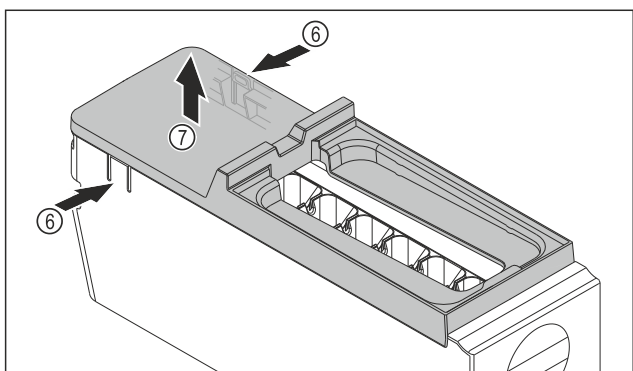

Fig. 106
- ▶ 取出 EasyTwist-Ice 机身的盖板：用一只手按压 EasyTwist-Ice 机身两侧的接片 Fig. 106 (6)。
- ▶ 用另一只手朝上取出盖板 Fig. 106 (7)。